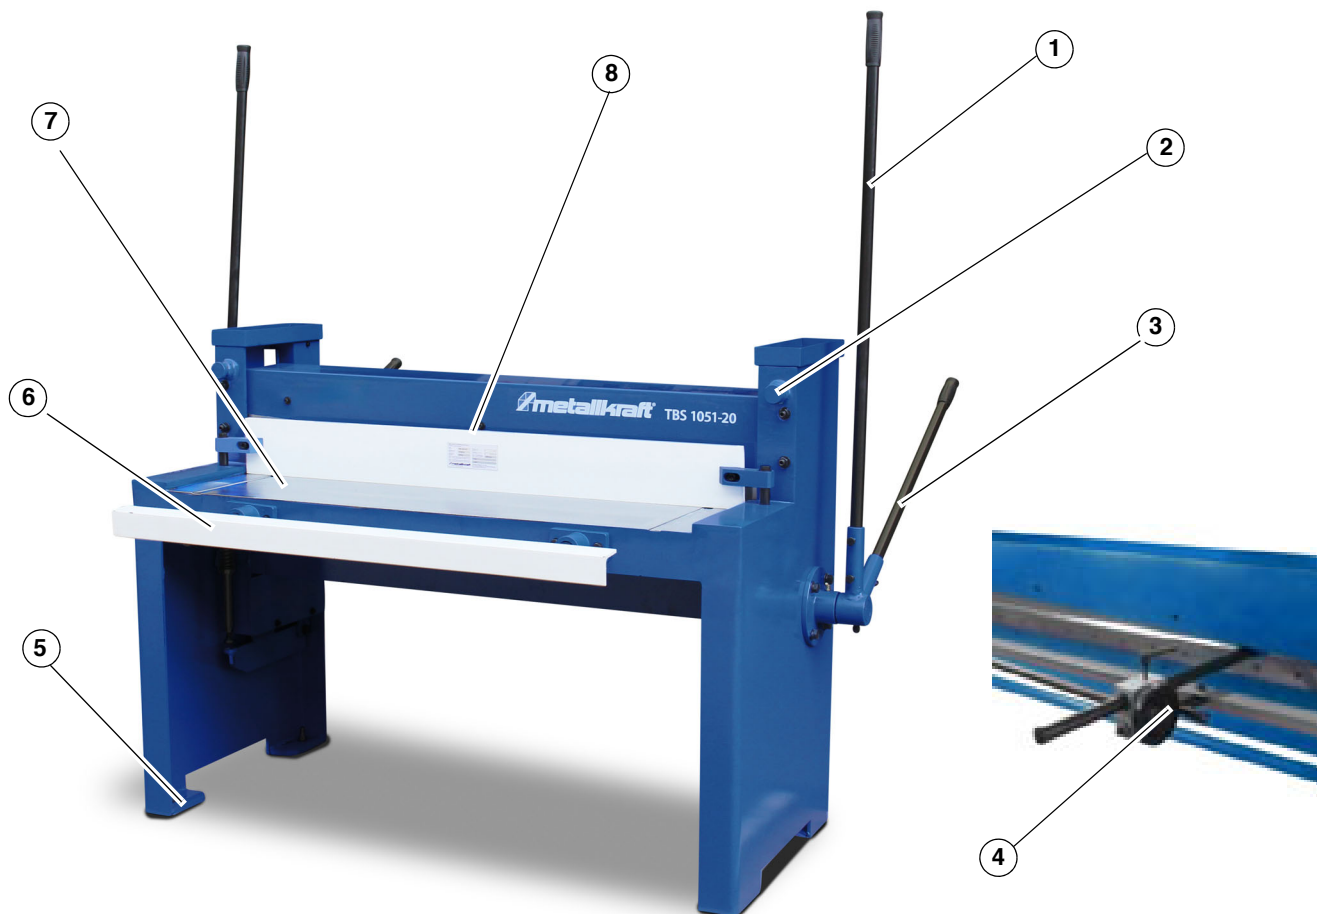

Abb. 4-1: Maschinenbeschreibung
- ➔ Die Handhebel (Pos. 1, Abb. 4-1) in die Aufnahme einsetzen und festschrauben. Die kürzeren Handhebel (Pos. 3, Abb. 4-1) müssen auf der Bedienerseite montiert sein.